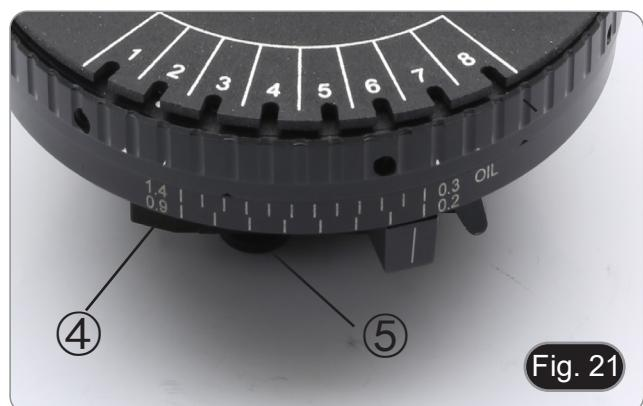

Fig. 21
2. Utilizzando la manopola ④, inserire il polarizzatore incorporato nel condensatore e allentare la vite di fissaggio della rotazione del polarizzatore ⑤. (Fig. 21)